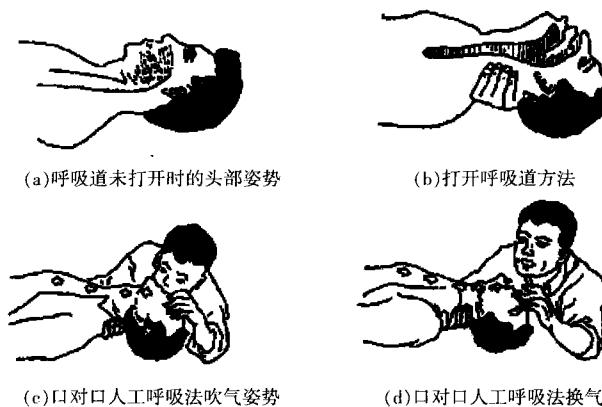

图 1.4 口对口人工呼吸法图
(1) 口对口人工呼吸法。操作方法如图 1.4 所示，具体步骤如下：
① 将触电者仰卧，解开衣领和裤带。
② 然后将触电者头偏向一侧，张开其嘴，用手指清除口腔中的假牙、血块等异物，使呼吸道畅通。
③ 抢救者在触电者一边，一手捏紧触电者的鼻子，另一只手托在触电者的颈后，将颈部上抬，然后深吸一口气，用嘴紧贴触电者嘴，大口吹气，接着放松捏鼻子的手，让气体从触电者肺部排出，如此反复进行，以每 5 秒吹气一次，坚持连续进行，不可间断，直到触电者苏醒为止。